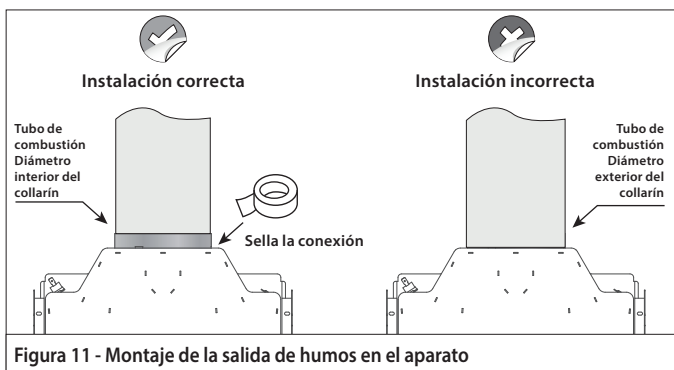

Figura 11 - Montaje de la salida de humos en el aparato
- El tubo de escape debe fijarse en el aparato dentro del diámetro interior del collarín del tubo de escape, véase la figura 11 - Montaje del tubo de escape en el aparato.